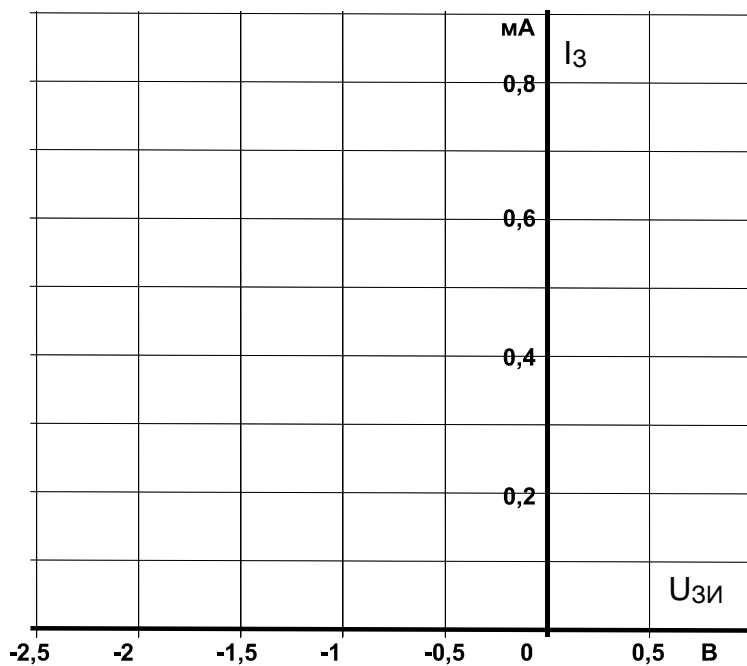

Рис. 5.3.2
- На графиках (рис. 5.3.2 и 5.3.3) постройте кривые зависимостей тока затвора I_z и тока стока I_c от напряжения $U_{зи}$.